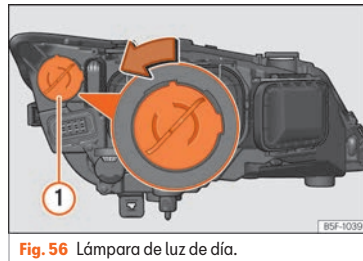

Fig. 56 Lámpara de luz de día.
- Gire el portalámparas » fig. 56 ① a la izquierda y tire.